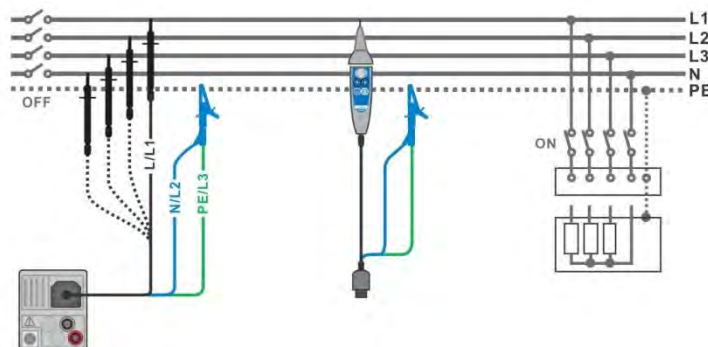
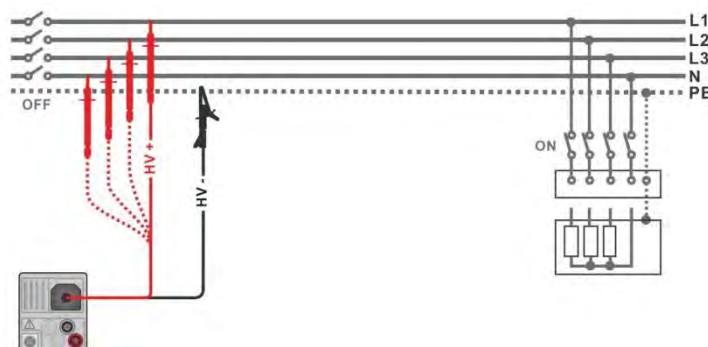

Abbildung 7.7: Anschluss der Dreileiter-Prüfleitung und der Commander-Prüfspitze ( $U_N \leq 1 \text{ kV}$ )
Abbildung 7.8: Anschluss der 2,5 kV Prüfleitung ( $U_N = 2,5 \text{ kV}$ )**Messverfahren**
- › Schließen Sie die Prüfleitungen am Prüfling an (siehe **Abbildung 7.7** und **Abbildung 7.8**).